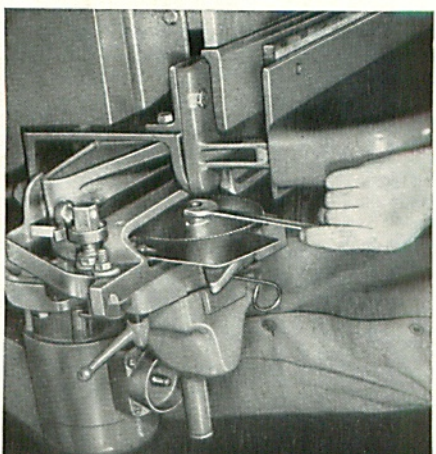

Bild 21
- 2) Spannbalken (27) vollständig öffnen
- 3) Abdeckblech (65) durch Lösen der beiden Rändelmuttern (57) entfernen
- 4) Motor hochschwenken und Klemmhebel (66) wieder festziehen
- 5) Steckstift in die im Lagerbock und Schutzhaube angebrachte Aussparung zum Gegenhalten stecken (Bild 21)
- 6) Mutter (69) am Spannflansch (70) abschrauben und Sägeblatt herausnehmen